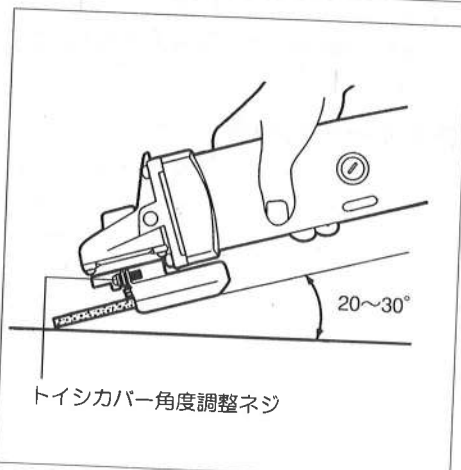

図8
- トイシの押しつけ角度は、材料に対してトイシの面が $20^{\circ} \sim 30^{\circ}$ 位の角度で当るようにしてください。(図8参照)
- トイシカバー上部本体差込口にネジがついています。角度を調整するときは、ネジをゆるめて調整してください。(図8参照)